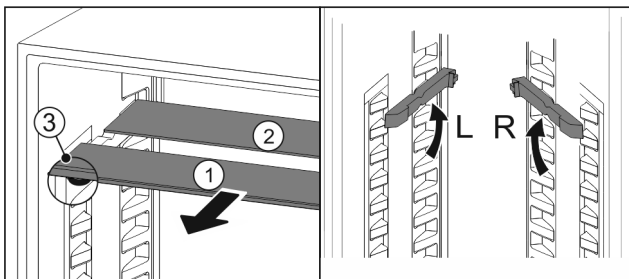

Fig. 25
- Glasplatten einzeln nach vorne herausziehen Fig. 25 (1).
- ▷ Glasplatte Fig. 25 (1) mit Zierleiste liegt vorne.
- ▷ Stopps Fig. 25 (3) zeigen nach unten.